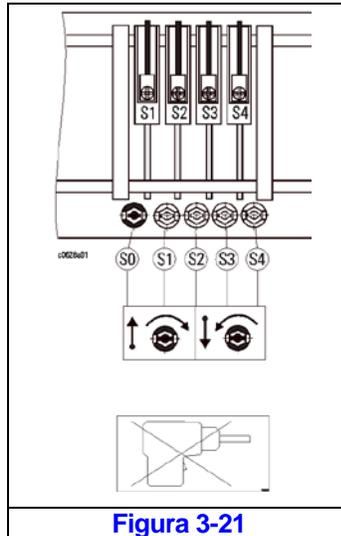

Figura 3-21
#### 3.8.7 Ajuste del interruptor de límite del polipasto (Figura 3-17, Figura 3-18, Figura 3-19, Figura 3-20 y Figura 3-21).
- 3) El interruptor de límite puede ajustarse en los tornillos de ajuste (S1), (S2), (S3) y (S4). Consulte la Figura 3-21.
- Todas las levas pueden moverse juntas con la ayuda del tornillo de ajuste negro (SO); Figura 3-21. La configuración de interconexión de contactos permanece sin cambios. La relación de transmisión dentro del interruptor de límite es muy alta y, en algunos casos, puede que se requieran varias vueltas de los tornillos de ajuste para lograr la posición correcta.